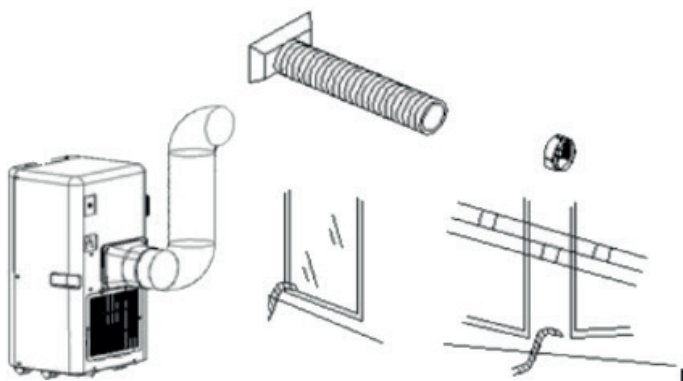

Fig. 7
- Insérez l'élément de fixation carré dans l'ouverture au dos du climatiseur (Fig. 7).